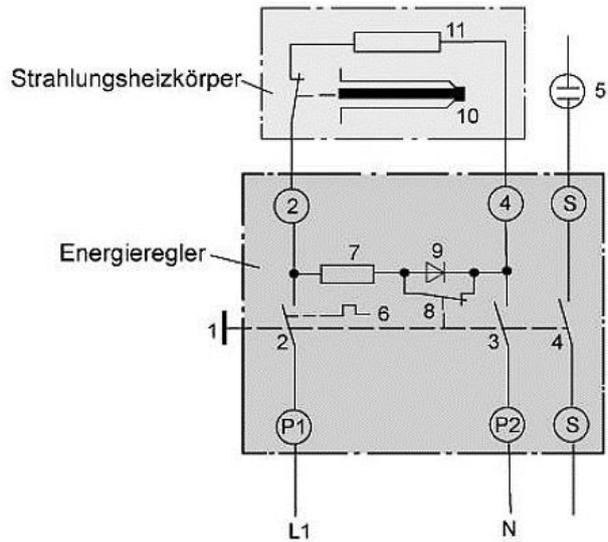

Abb. 20: Einkreisschaltung mit Energieregler für Strahlungsheizkörper11
In der Einkreisschaltung (Abb. 20) werden mit einem stufenlos verstellbaren Knebelschalter (1) mehrere Netzkontakte (2, 3, 4) geschlossen. Mit einem Steuerwiderstand (7) wird ein Bimetall (6) erwärmt, welches den Netzkontakt (2) periodisch aus- und einschaltet und damit eine mittlere Heizleistung bewirkt. Bei einem Einstellwinkel von ca. 135° öffnet ein Steuerkontakt (8), der bis anhin eine Diode (9) überbrückte. Dadurch wird die Beheizung des Bimetalls